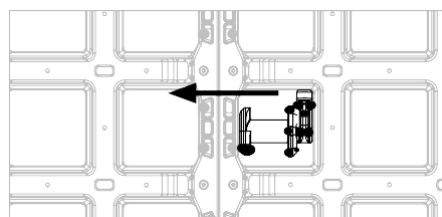

Fig. A3.03a
1. Вкарайте съединителя DUO (21) в свързващия жлеб докрай. (Fig. A3.03a + A3.03b)